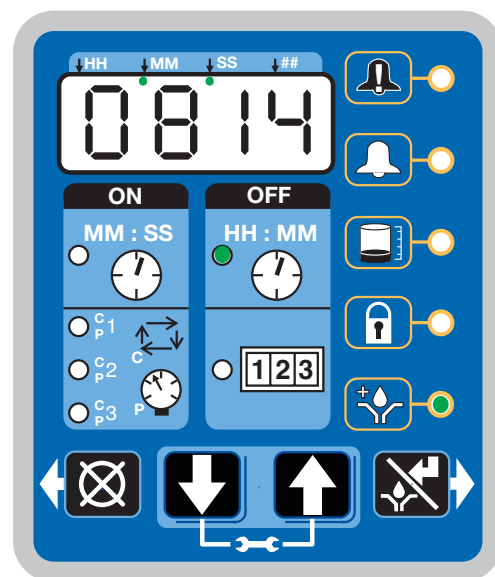

FIG. 56
- La DEL à côté de l'horloge dans le champ ARRÊT est allumée (FIG. 56).
- La DEL de pré-lubrification s'allume (FIG. 56).
- L'affichage indique le temps restant jusqu'au début du cycle de lubrification. L'exemple illustré à la FIG. 56 montre qu'il reste 8 minutes et 14 secondes avant le début d'un cycle de lubrification.